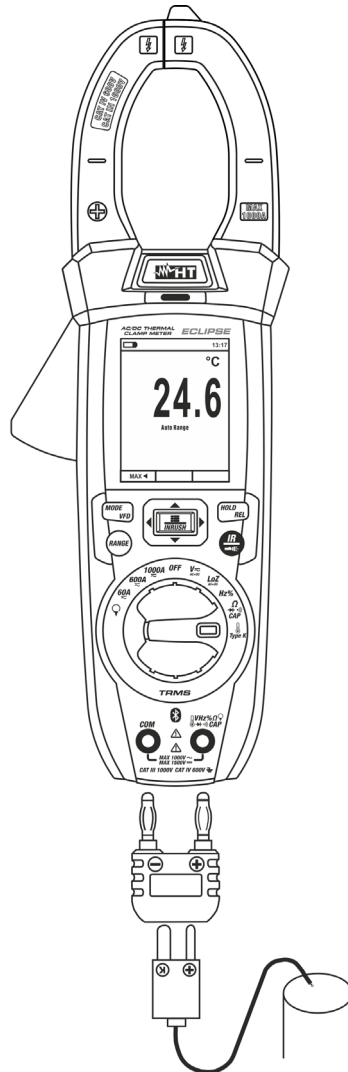

Abb. 30: Verwendung des Gerätes für Temperaturmessung
3. Stecken Sie den mitgelieferten Adapter in die Eingangsbuchsen **VHz%** **CAPΩ** (Polarität +) und **COM** (Polarität -) (siehe Abb. 30).